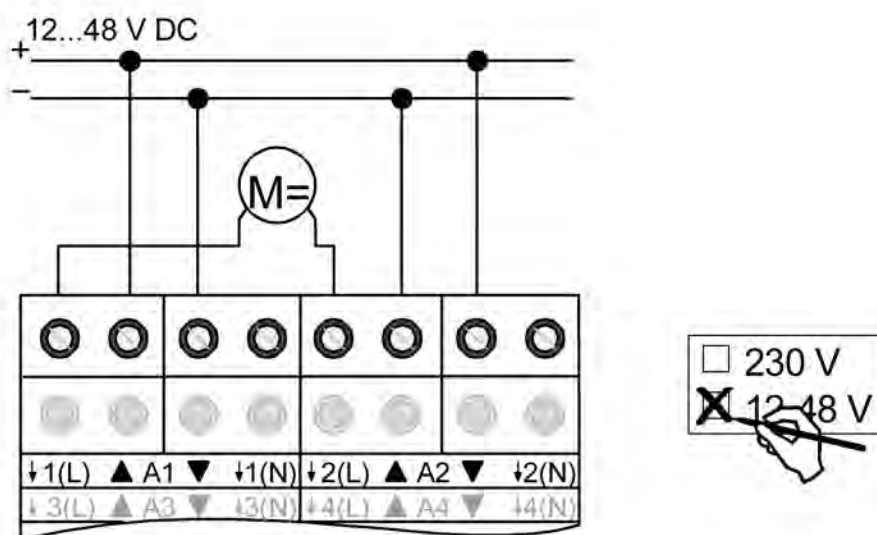

Figura 7: Conexión eléctrica para motores de accionamiento 12...48 V
- Conectar los motores de accionamiento según se indica en el ejemplo de conexiones (figura 7).